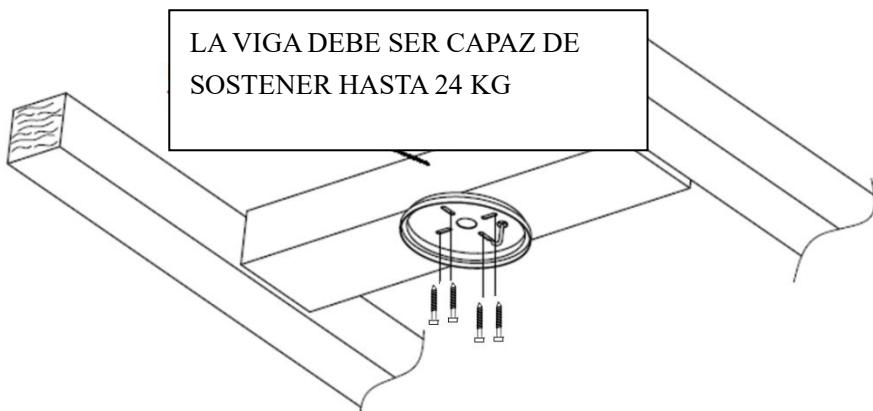

Fig. 2
- Con los 4 tornillos largos suministrados, instale el soporte a una viga o una estructura del techo capaz de soportar, al menos, 24 kg de peso. Asegúrese de enroscar los tornillos 30 mm como mínimo en el soporte. (Fig. 2)